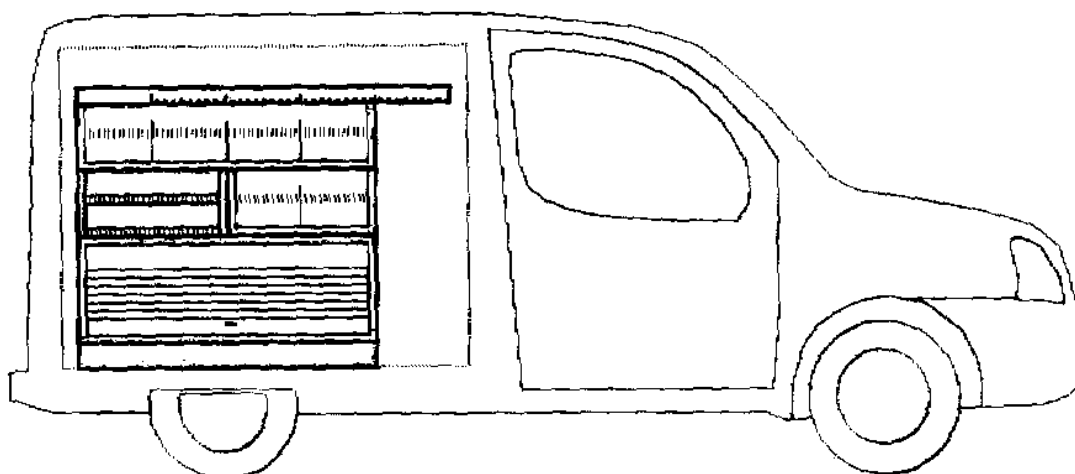

FIGURA 1
D) SVILUPPO ALLESTIMENTO LATO SINISTRO DEL VANO FURGONE (VEDI FIGURA 1)